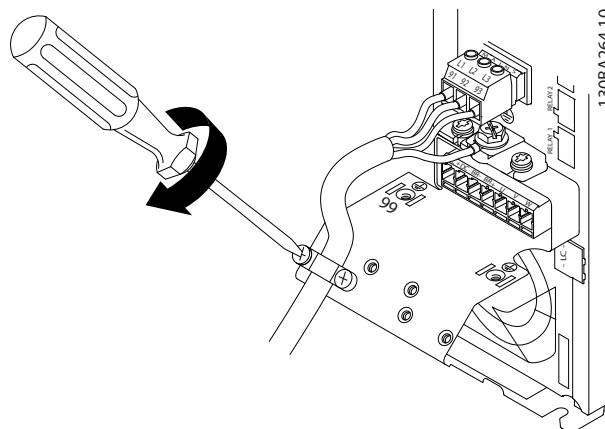

Рисунок 3.11 Установка крепежной скобы
4. Установите крепежную скобу на сетевые кабели и затяните винты, как показано на *Рисунок 3.11*.